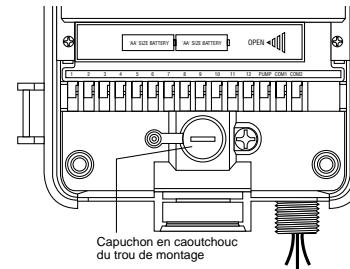

FIGURE 20 : Compartiment du boîtier du programmateur
- Retirez le capuchon en caoutchouc qui protège le trou de montage et posez une vis no 8 dans ce trou [voir la figure 20].
- Serrez la vis jusqu'à ce que le programmateur soit fixé solidement au mur, puis remettez en place le capuchon protecteur en caoutchouc [voir la figure 20].